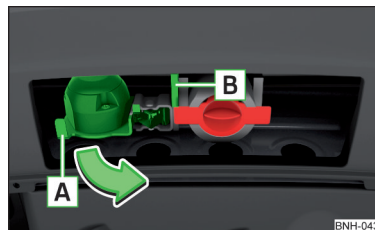

Fig. 220
- ▶ Apucați priza cu 13 pini **A** de mâner și rabatați-o în afară, în sensul săgeții » fig. 220.